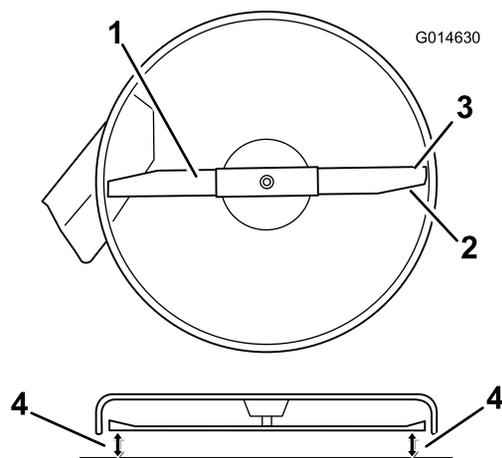

Figura 50
- Girate con cautela la(e) lama(e) in modo che sia(n)o disposta(e) lateralmente (Figura 50).
5. Misurate la distanza tra i taglienti esterni e la superficie piatta (Figura 50). Se entrambe le misure non rientrano nella tolleranza di 5 mm è necessario regolare; proseguite l'operazione.